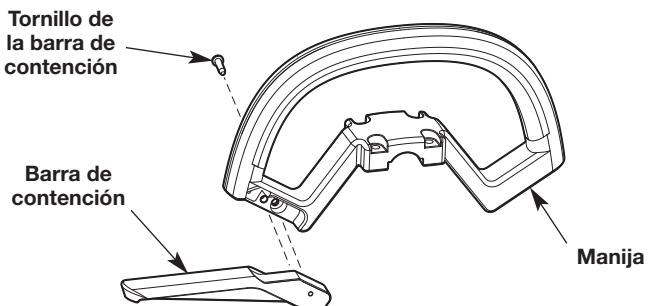

Fig. 2
- Alinee los dos pasadores de la barra de contención con los dos orificios de la manija (Fig. 2).
- Inserte el tornillo de la barra de contención en la manija (Fig. 2).